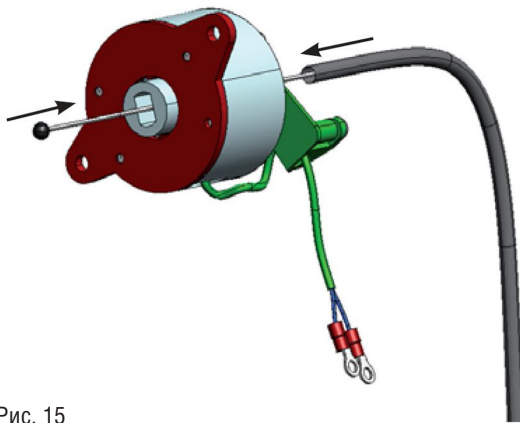

Рис. 15
1. Вставьте трос расцепителя в отверстие электро – тормоза как показано на рис.15. Сторона троса с «шариком» должна находиться внутри электро – тормоза.